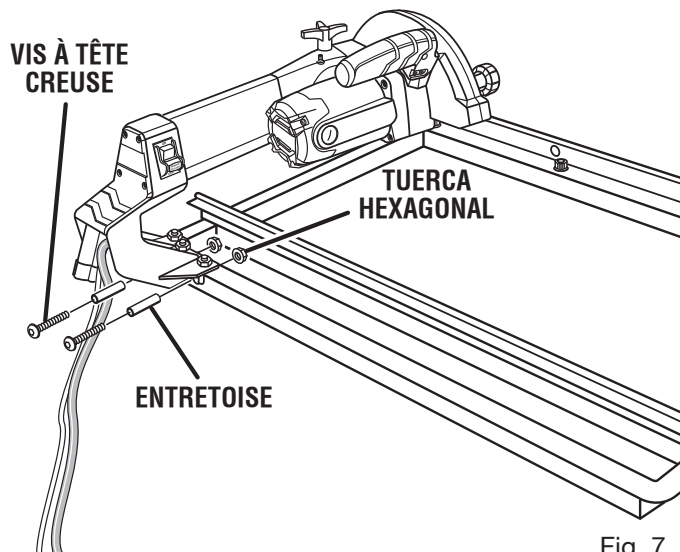

Fig. 7
- Placer entretoises dans les côté trous du bâti comme illustré la figure 7.